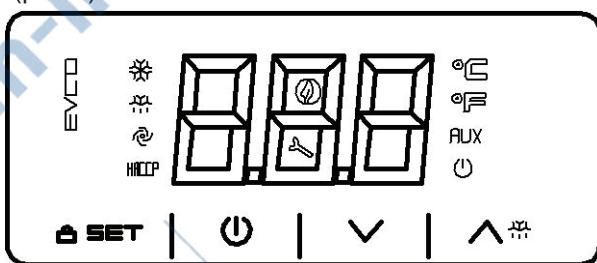

Рис. 2 Блок управления EV3B22
7.2.1.1 Контроллер EV3B22 обеспечивает: поддержание температурного режима в камере, индикиацию температуры, включение звуковой сигнализации при выходе температуры в камере за установленные пределы, автоматическое отключение вентилятора при открытой двери холодильника. Датчик температуры размещается внутри камеры холодильника. Органы управления выведены на панель управления холодильника (рис.2):